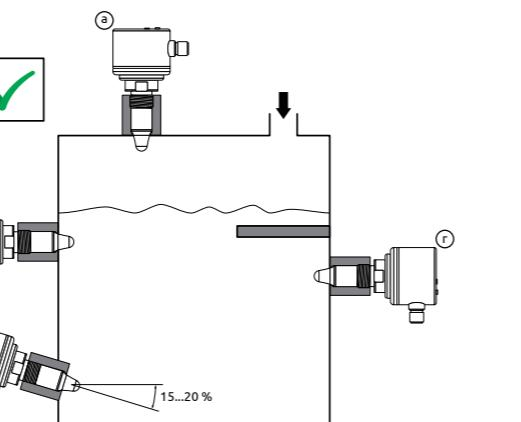

Рисунок 11 - Примеры правильной установки датчиков
- Датчик может устанавливаться в горизонтальном или вертикальном положениях (см. рисунок 11).
- При горизонтальном монтаже рекомендуется обеспечить острый угол к горизонту 15-20 градусов (см. рисунок 11, в). Это позволит уменьшить ударное воздействие и налипание на чувствительный элемент датчика.
- Датчик должен устанавливаться на достаточном удалении от загрузочного отверстия емкости (см. рисунок 11, а, б). Это позволит защитить сенсор датчика и предотвратить ложную индикацию уровня в процессе наполнения емкости. Если обеспечить данное условие невозможно, то требуется закрыть чувствительный элемент датчика защитной пластиной (см. рисунок 11, г..).